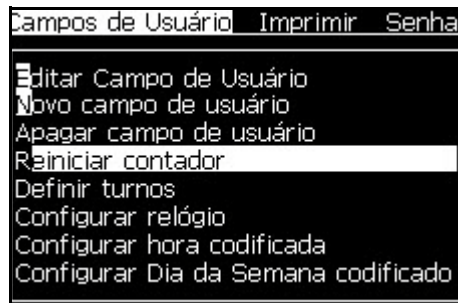

Figura 5-40: *Selecionar Reiniciar contador*
- 2 Selecione a opção *Reiniciar contador* (veja Figura 5-40).